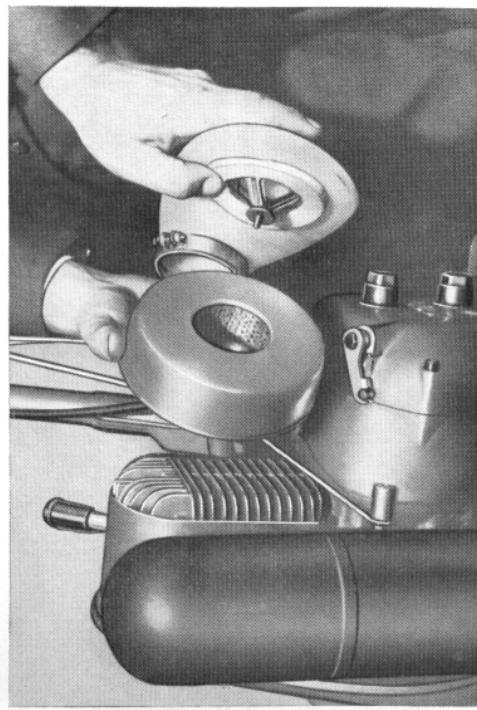

Bild 13
Der am Vergasergehäuse befestigte und am Getriebegehäuse abgestützte Luftfilter ist, wie in der Beschreibung bereits erwähnt, ein Papierfeinfilter, der in keinem Falle eingeölt werden darf. Bei Arbeitsverhältnissen mit großem Staubauffall muß die Filterpatrone von Zeit zu Zeit ersetzt werden (Bild 13). Ist die Filterpatrone mit dem Papierfeinfilter unbrauchbar geworden, so zeigt sich dies am sichersten durch eine stärkere Qualmbildung am Auspufflopf und durch einen hohen Kraftstoffverbrauch.
4. Überprüfen, ob Lufftfilter verstopft ist (Bild 13).